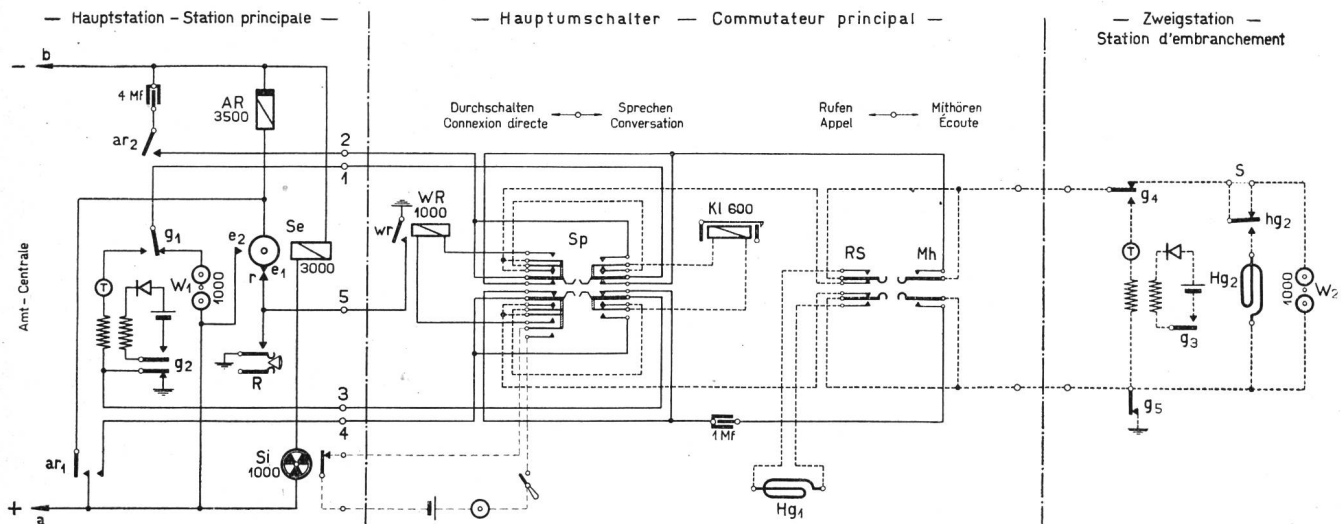

Fig. 21.
tung von Bedienungsstation, Hauptumschalter und Zweigstation ist aus Fig. 21 ersichtlich. Wie daraus hervorgeht, besteht die Zweigleitung (Verbindungsleitung Hauptstelle-Zweigstation) aus zwei Drähten. Das Auslegen eines dritten Drahtes kann durch Verwendung eines Wechselstromrelais (WR) vermieden werden.
Genügt das optische Signal zur Schlusszeichengabe nicht, so kann an dessen Stelle ein Gittersignal mit Ruhekontakt in Verbindung mit einem Wecker montiert werden (Fig. 21, dünn gestrichelt).
Si le signal optique se révèle insuffisant pour marquer la fin de la conversation, on peut le remplacer par un signal à grille à contact de repos, en connexion avec une sonnerie (pointillé fin de la fig. 21).